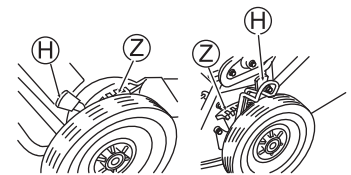

Fig. 22
2. Poussez le levier de réglage de la hauteur de coupe (H) vers le côté de la roue, afin de le séparer des dentures (Z). (Voir Figs. 22 et 23)